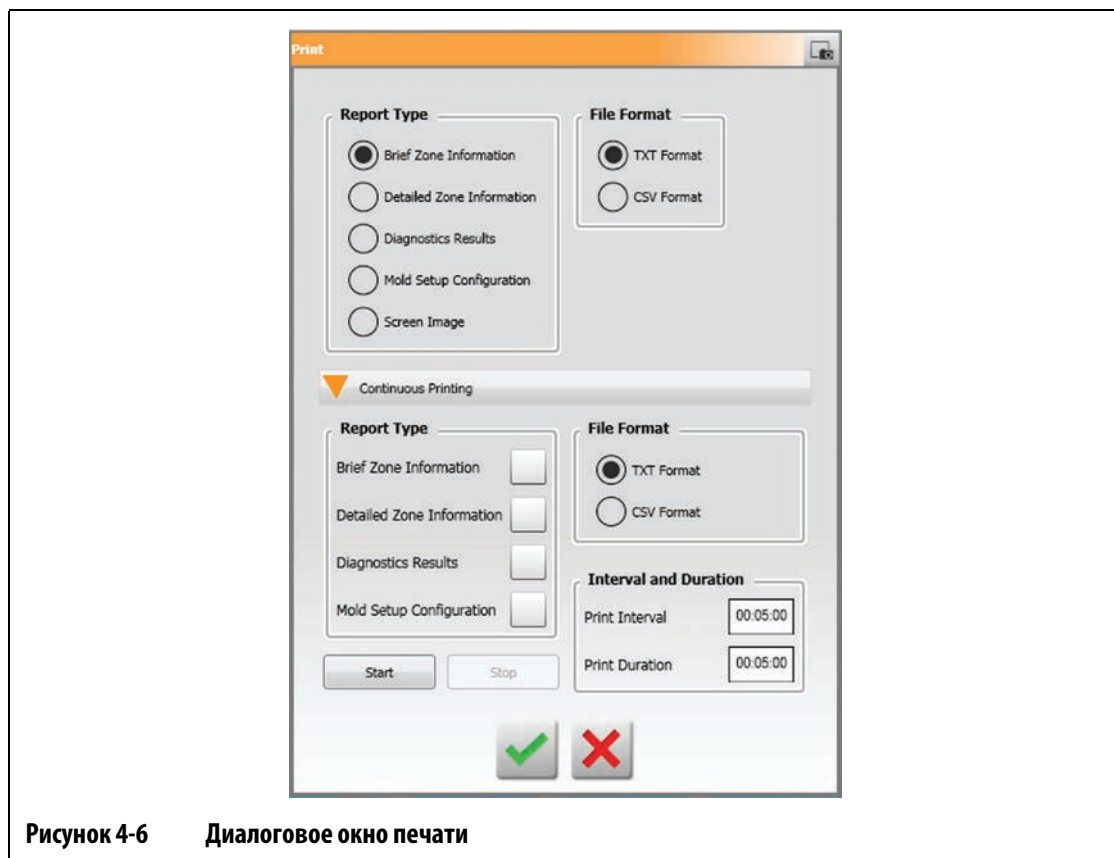

Рисунок 4-6 Диалоговое окно печати
2. Нажмите на кнопку **Непрерывная печать** в диалоговом окне печати. См. Рисунок 4-6.